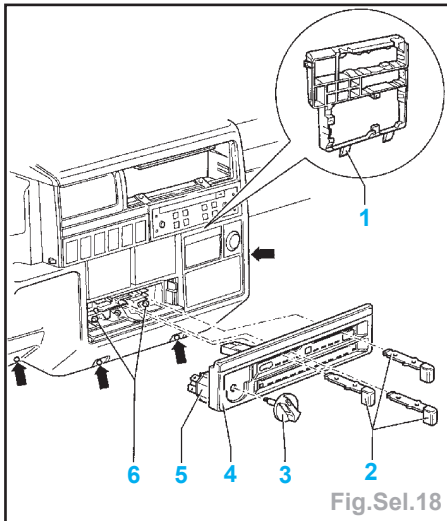

Fig.Sel.18
- les éléments de commande de la console centrale (Fig.Sel.18),